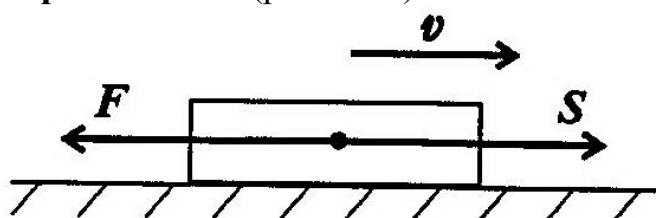

Рисунок 15.4
3. Силы, направленные в обратную от направления перемещения сторону, называются **силами сопротивления** (рис. 15.4).